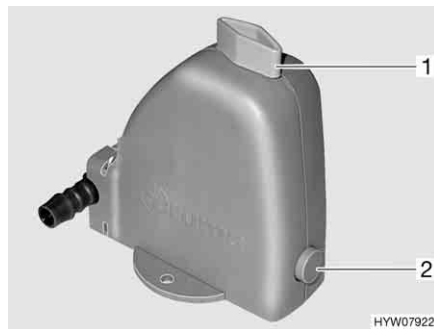

Bild 116 Sicherheits-/Ablassventil des Boilers
Der Boiler ist mit einem Sicherheits-/Ablassventil (Bild 116) ausgestattet. Das Sicherheits-/Ablassventil verhindert, dass das Wasser im Boiler einfriert, wenn bei Frost die Heizung nicht eingeschaltet ist.
- Sicherheits-/Ablassventil schließen. Dazu den Drehknopf (Bild 116,1) quer zum Sicherheits-/Ablassventil drehen und den Druckknopf (Bild 116,2) hineindrücken.
- Sicherheits-/Ablassventil öffnen. Dazu den Drehknopf (Bild 116,1) längs zum Sicherheits-/Ablassventil drehen. Der Druckknopf (Bild 116,2) springt heraus. Der Boiler wird über das Sicherheits-/Ablassventil nach außen entleert.